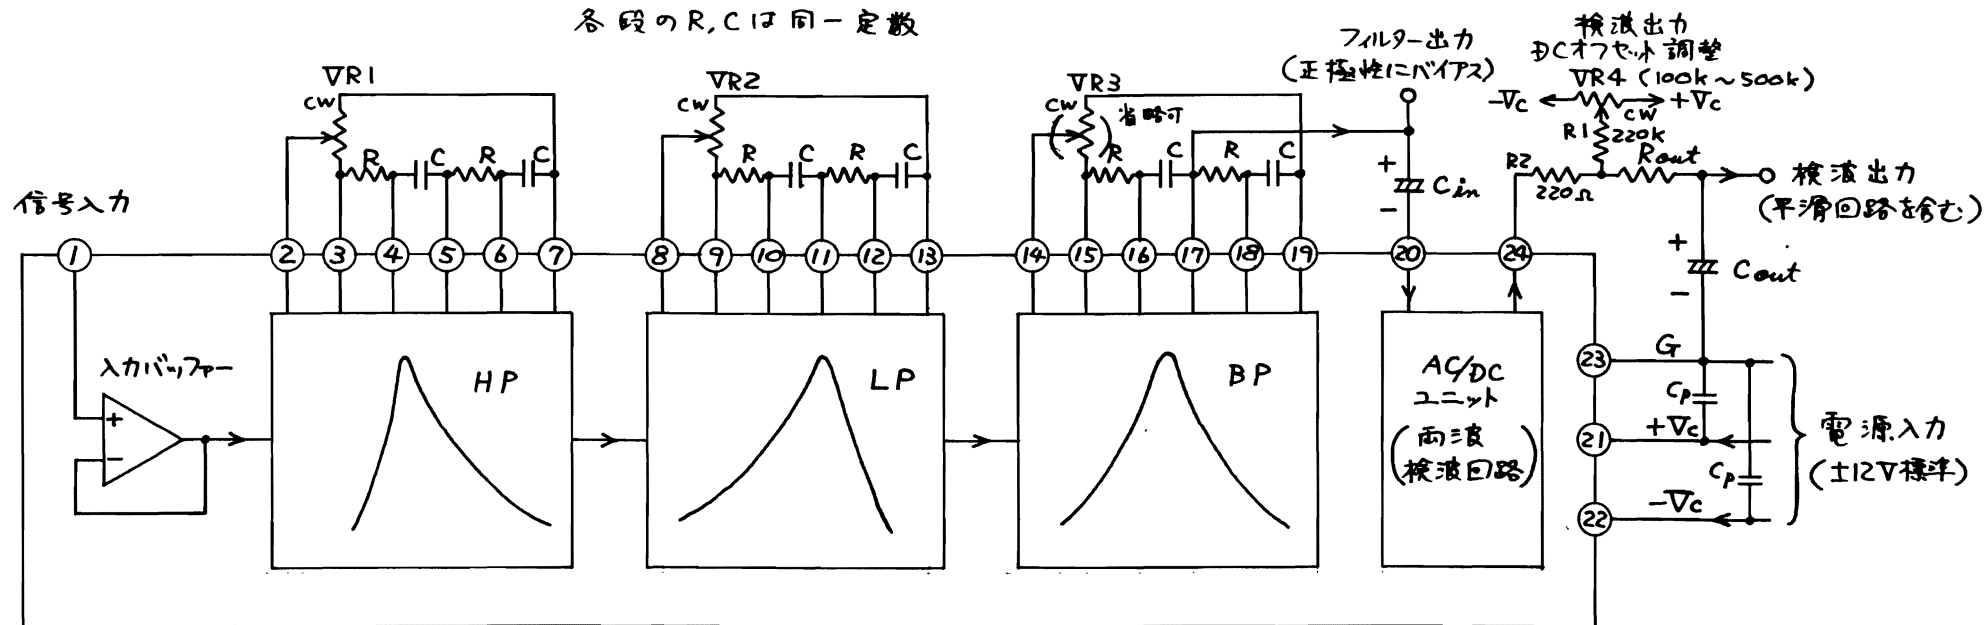

図 3
本機は状態変数型アクティブフィルタ3個を縦続にして所定の性能を得るようになっております。内部のブロックダイヤとピン接続は図3の通りです。
4. VR4は $100\text{ k}\Omega$ 以上とします。 R_1 、 R_2 が図3の値のときで、 $\pm 12\text{ mV}$ のオフセット調整ができます。